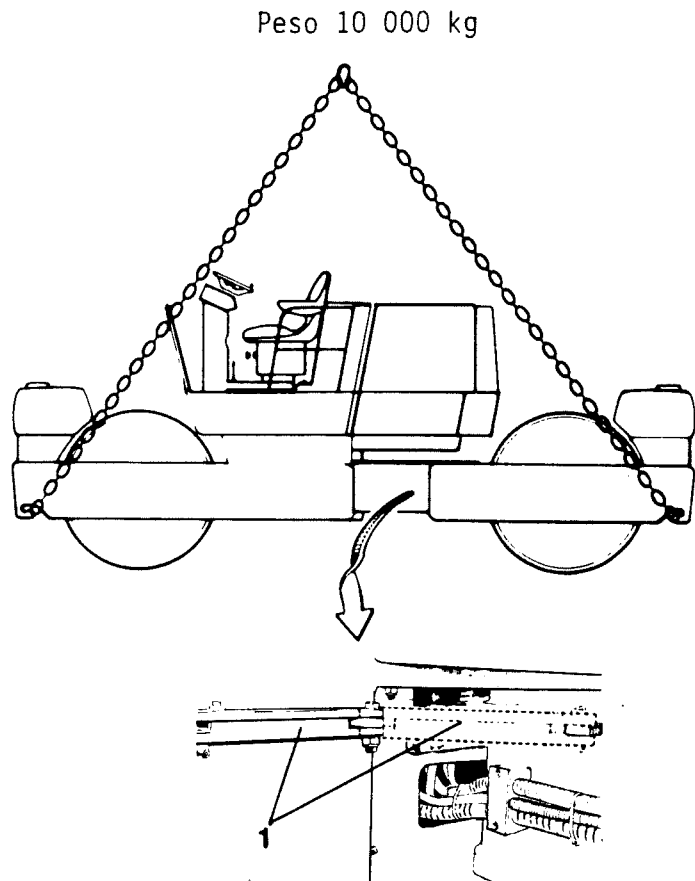

Fig. 22
Prima di sollevare il rullo è necessario bloccare l'articolazione dello sterzo. Abbassare il braccio e bloccarlo come in fig. 22.
Non dimenticare di togliere il dispositivo di bloccaggio (1) fig. 22, prima della messa in moto.